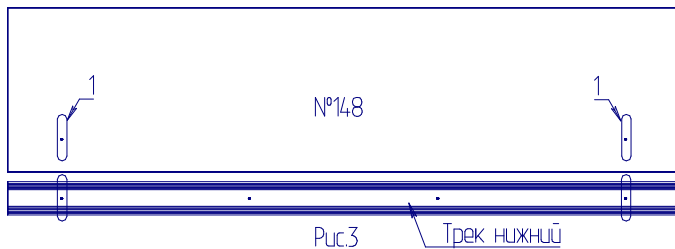

Рис.3
3. Совместить трек компл.№77 (Р) с деталью №148 по существующим отверстиям 1 (рис.3).